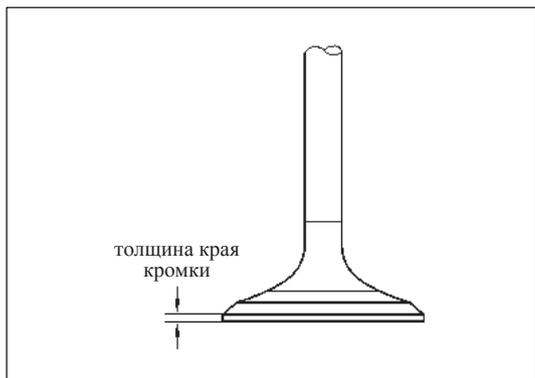

Рис. 12-3-16. Проверка толщины края кромки клапана
- б) Проверить толщину края головки клапана, как изображено на рис. 12-3-16.